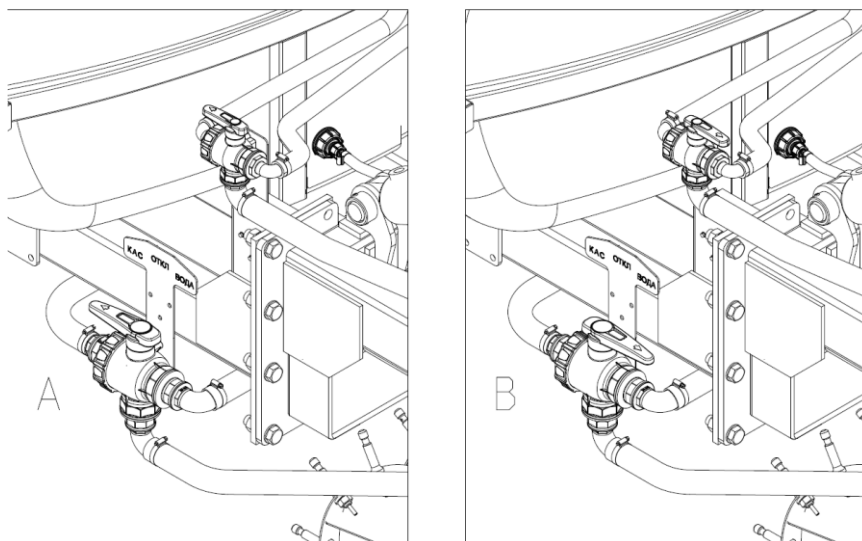

Рис. 20 Положение кранов при внесении КАС и промывки системы
5.5.6 Заправить емкость КАС открыть кран подачи в положение "КАС" (рис. 20А).
- Кран подачи повернуть в положение "ВОДА" (рис. 20 В);
6.3.5 Перевести 3-х ходовые краны в положение КАС (рис. 20)